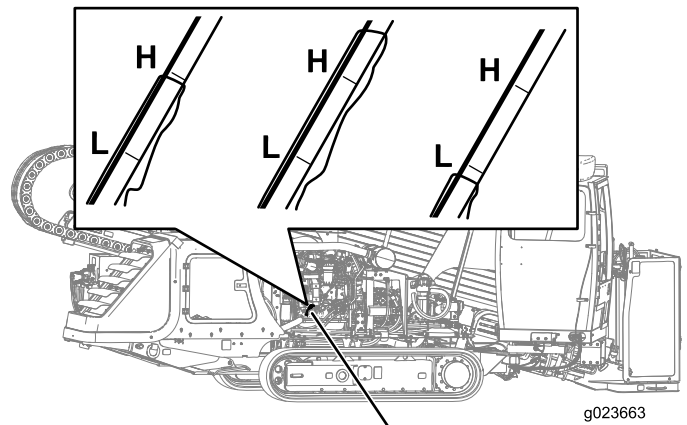

Bild 88
3. Nehmen Sie den Peilstab (Bild 88) heraus und wischen Sie ihn sauber.